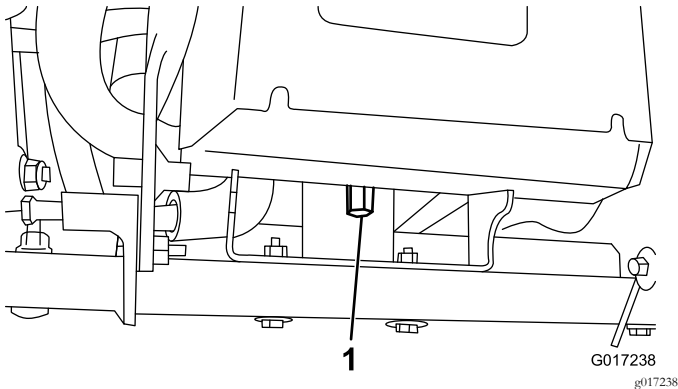

图12
4. 拧下将电池基座后部固定到机器机架上的高螺母 (图12)。